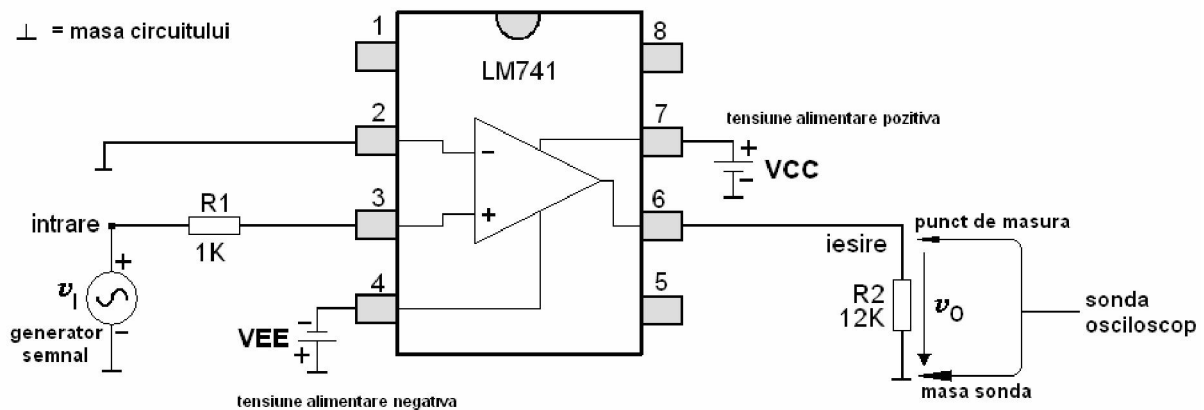

Figura 2. Circuitul pentru m surarea tensiunilor de saturatie.
3. Se realizeaz circuitul din Figura 2, care utilizeaz un amplificator opera ional de tipul **LM741**, furnizat sub forma unui circuit integrat pe o capsul de 8 pini. Pentru alimentarea corect a amplificatorului opera ional, este necesar utilizarea unei **aliment ri diferen iale**. Circuitul din Figura 2 se realizeaz astfel:
6. Se vizualizează pe ecranul osciloscopului, prin intermediul sondei de măsură aplicate în circuit conform indicațiilor din figura 2 (masa sondei la masa circuitului și firul cald al sondei la terminalul superior al rezistorului **R2**), tensiunea la ieșire  $v_O$ . Datorită limitării tensiunii  $v_O$  la cele 2 valori posibile, care reprezintă tensiunile de saturație ale amplificatorului operațional, forma de undă a tensiunii  $v_O$  va rezulta distorsionată (modificată față de forma de undă a tensiunii de intrare  $v_I$ ;  $v_I$  este sinusoidal, iar  $v_O$  rezultat dreptunghiular). Trebuie reținut că un amplificator nu trebuie să distorsioneze formele de undă ale semnalelor aplicate la intrarea sa.